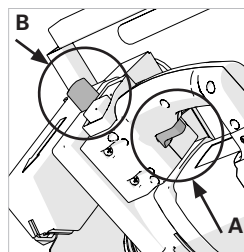

Fig. 11a + 11b
4. Funcionamiento del gatillo interruptor On/Off de la sierra ingletadora (Fig. 11a)